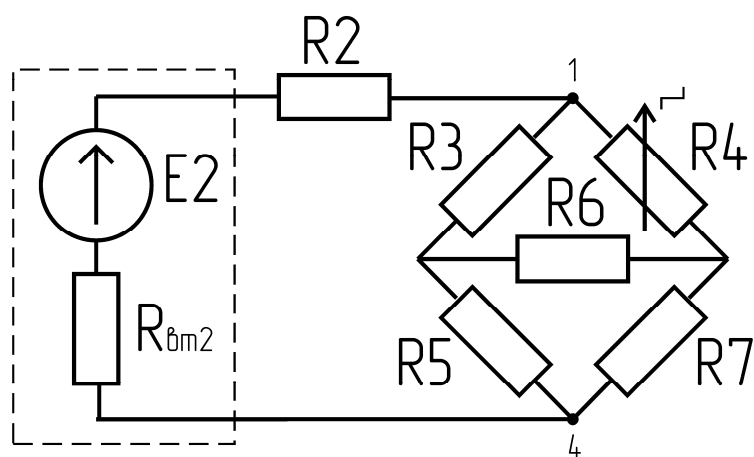

Рис.10
7. Собрать цепь по схеме рис.10, установив $R_4 = 250 \text{ Ом}$.